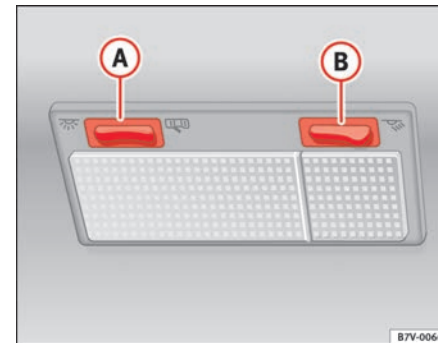

Abb. 74 Ausschnitt aus Dachhimmel: Innen- und Leseleuchte vorne
Die Innenleuchten werden zentral mit dem Wippschalter ⇒ Seite 116, Abb. 74 (A) für folgende Funktionen geschaltet: Türkontaktschaltung , Dauerlicht  oder vollständig ausgeschaltet.
Mit der Taste ⇒ Seite 116, Abb. 74 (B) wird die Leseleuchte für den Beifahrer ein- und ausgeschaltet